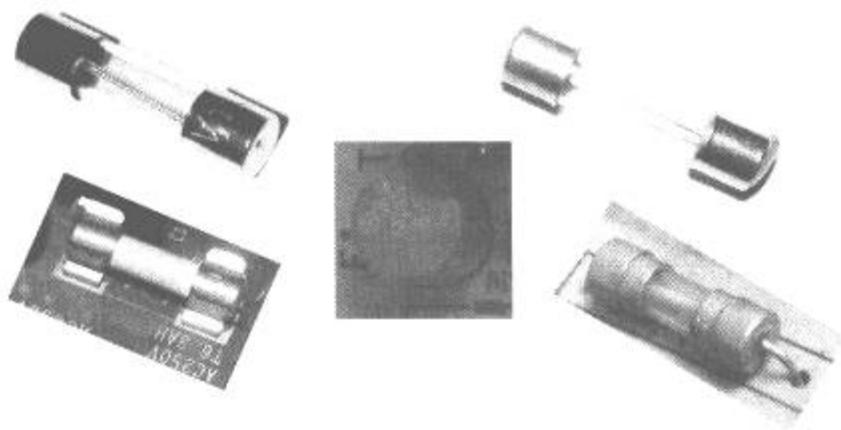

图 1-53 电路中经常使用的保险管
(1) 在不使用电子设备时，应切断电源。在电源电压不正常时，尽量不要使用电子设备。
(2) 在电路中添加保护元件。如在供电线路中串联保险丝，电子设备中通常采用保险管，这种保护措施是一次性的，一旦损坏，只能更换。保险丝通常用铅锡合金制作，常用的保险管规格主要有 0.5A/220V、0.75A/220V、2A/220V、3.15A/220V 等，不同的设备所用的保险管的规格不同，如图 1-53 所示为电路中经常使用的保险管。使用保险管的优点是更换简便。又如，在变压器内设置温度保险，这种措施也是一次性的，一旦损坏，不易更换，大多要更换变压器（有时也可以应急处理）。目前，又出现一种新型保护元件，就是用双金属开关制作的温度保险，装在变